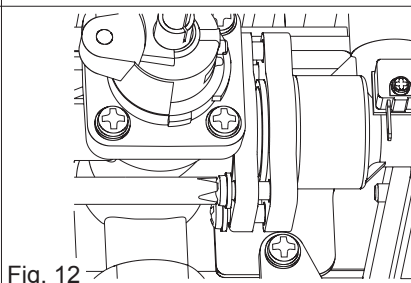

Fig. 12
- Svitare le 4 viti (B) della valvola gas (fig. 12)